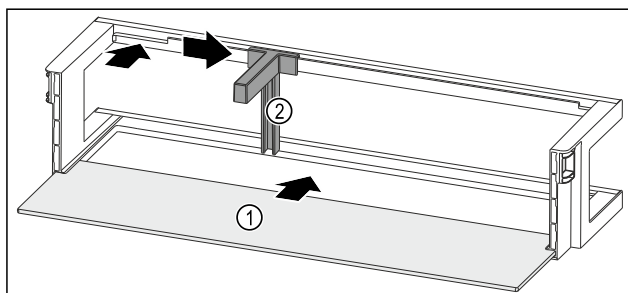

Fig. 121 Türabsteller mit Abstellfläche
- ▶ Abstellfläche *Fig. 121 (1)* in die seitlichen Einsparungen einschieben.
- ▶ Flaschenhalter *Fig. 121 (2)* in die Aussparung einsetzen.
- ▶ Flaschenhalter *Fig. 121 (2)* in gewünschte Position zur Seite schieben.